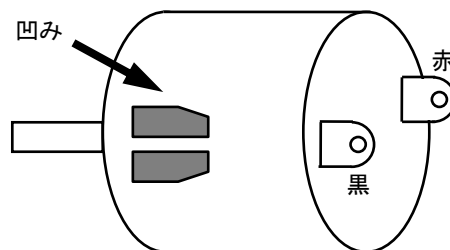

図5-2 モータ端子の配線
- (6) □ ギアボックス組立マニュアル⑤の電池ボックスは接続しません。また, 台座に取り付ける必要もありません。
- (7) □ 回転位置の確認ができるように, ギアボックス組立マニュアル⑥に従って組み立てます。
- (8) □ モータの端子についている2本の電線を半田ごてを使って外します。
- (9) □ 両端子の中央に0.1 μ Fの積層セラミックコンデンサが配置されるようにリード線を端子に通します。
- (10) □ モータ本体を覆うカバーの凹みのある方の端子(図5-2)に, 黒のワイヤハーネスの電線(コンタクトピンの付いていない方)を通し半田付けします。